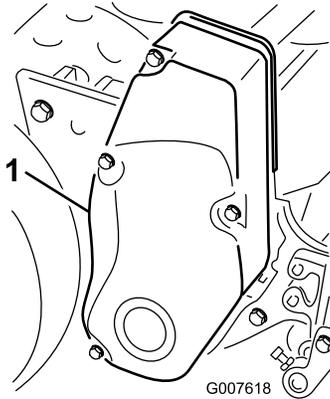

図 38
1. ベルトカバー取り付けネジを外してカバーを取り、ベルトを露出させる（図 38）。